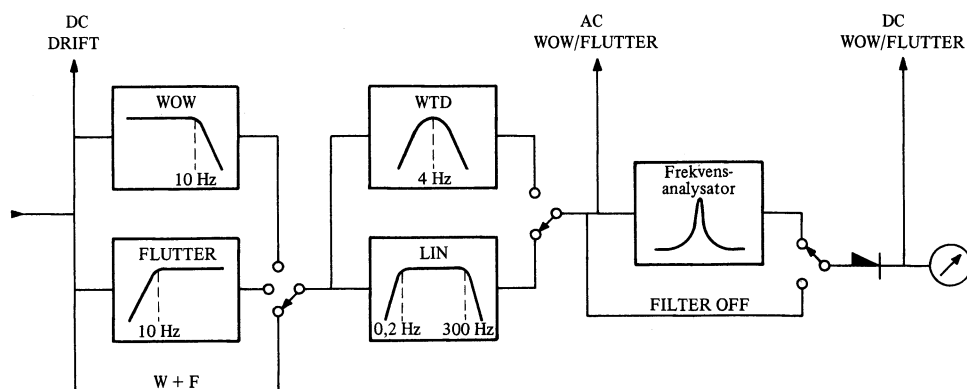

Fig. 6. Blokdiagram af WM1's filtersektion.
I WM1 er indbygget forskellige filtre, der specielt er beregnet til en sådan analyse af wow- og flutter-spektret (fig. 6).
#### Monitor-udgange (fig. 6).
2. "AC-WOW/FLUTTER" - udgangsspændingen er analog med udslaget på "FLUTTER"-instrumentet (6) og identisk med wow- og flutter-signalet før frekvensanalysatoren (se fig. 6). Filtrene "WOW", og "FLUTTER", "WTD" og "LIN" kan således anvendes i forbindelse med denne udgang. Ved sinusmoduleret wow og flutter er udgangsspændingen lig med 1 V AC ved fuldt udslag.
3. "DC-WOW/FLUTTER" - udgangsspændingen er analog med udslaget på "FLUTTER"-instrumentet og identisk med det ensrettede signal efter meterkredsløbet (fig. 6). Udgangsspændingen er lig med 1 V DC ved fuldt udslag.